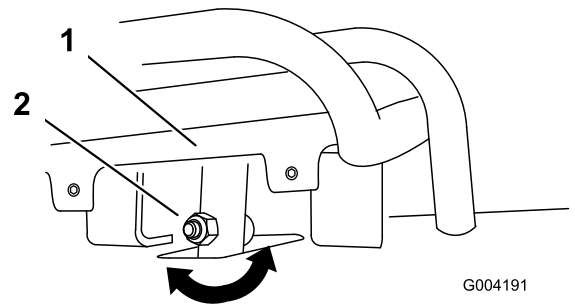
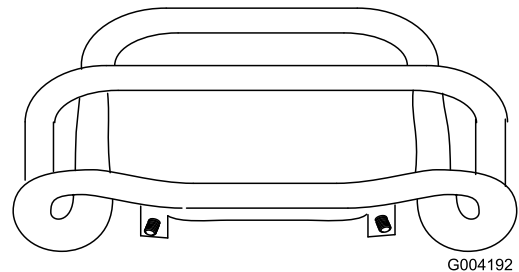

Figura 53
Figura 54
4. Si la parte delantera del control de tracción no queda enrasada con y paralela a la barra de referencia, afloje la tuerca y el perno del tubo del control de tracción (Figura 53).
5. Ajuste el control de tracción hasta que quede enrasado con la barra de referencia al tirar del mismo hacia atrás del todo (Figura 53 y Figura 54).
- C. Afloje la tuerca con arandela prensada y el perno del tubo del control de tracción (Figura 53).
- I. Ajuste el control de tracción hasta que quede enrasado con la barra de referencia al tirar del mismo hacia atrás del todo (Figura 53 y Figura 54).